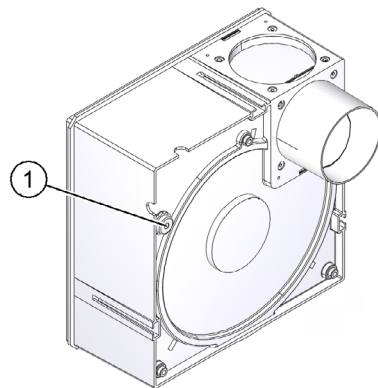

Abb. 37: Öffnung für Netz- und Steuerkabel an der Gehäuserückwand
- ▶ Ziehen Sie das Netzkabel und ggf. das Steuerkabel durch die Öffnung (Pos. 1 in Abb. 37) an der Gehäuserückwand.